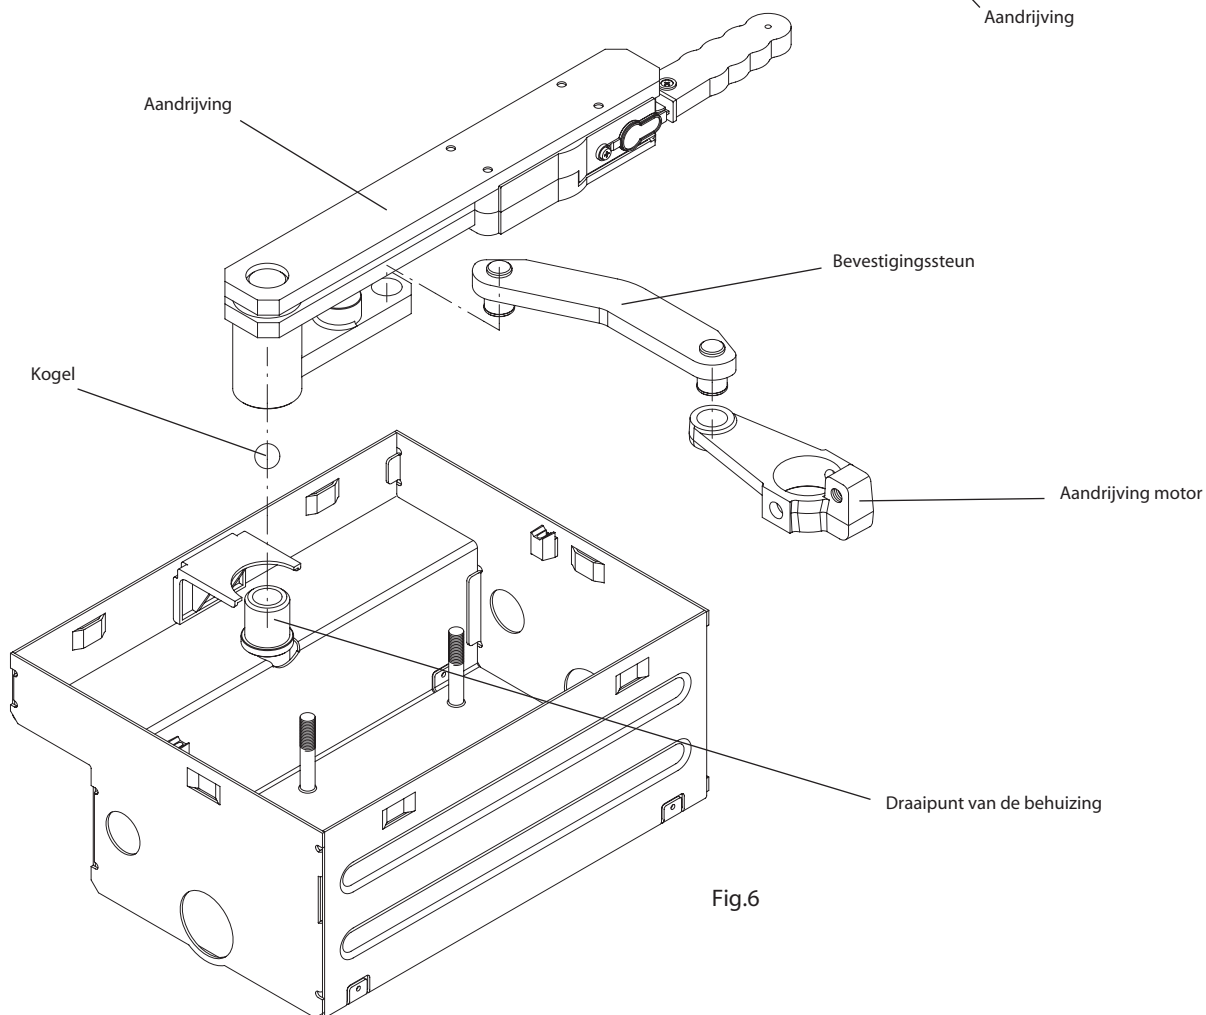

Fig.6
Graaf een gat volgens de instructies, breng een waterafvoerbuiss aan in het drainagegat en een kabeldoorvoerbuiss in de kabeldoorvoer van de motorbak (Fig.6). Stort de motorbak horizontaal in beton, controleer dit met een waterpas.
8. Verbindt de motorarm en de aandrijfarm door middel van het verbindingsstuk (Fig.6).